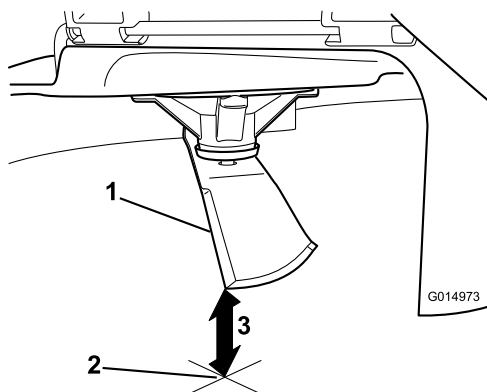

Figura 64
5. Mida desde la punta de la cuchilla hasta la superficie plana (Figura 64).